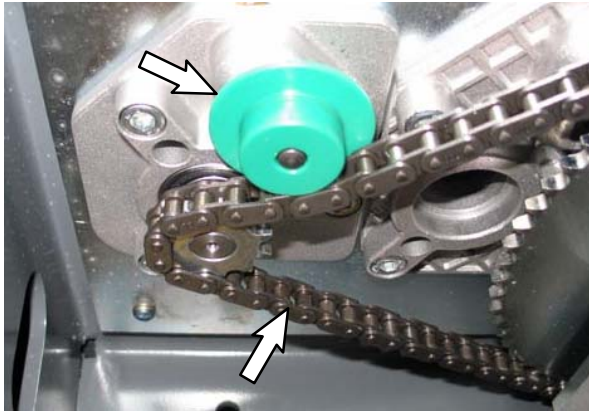
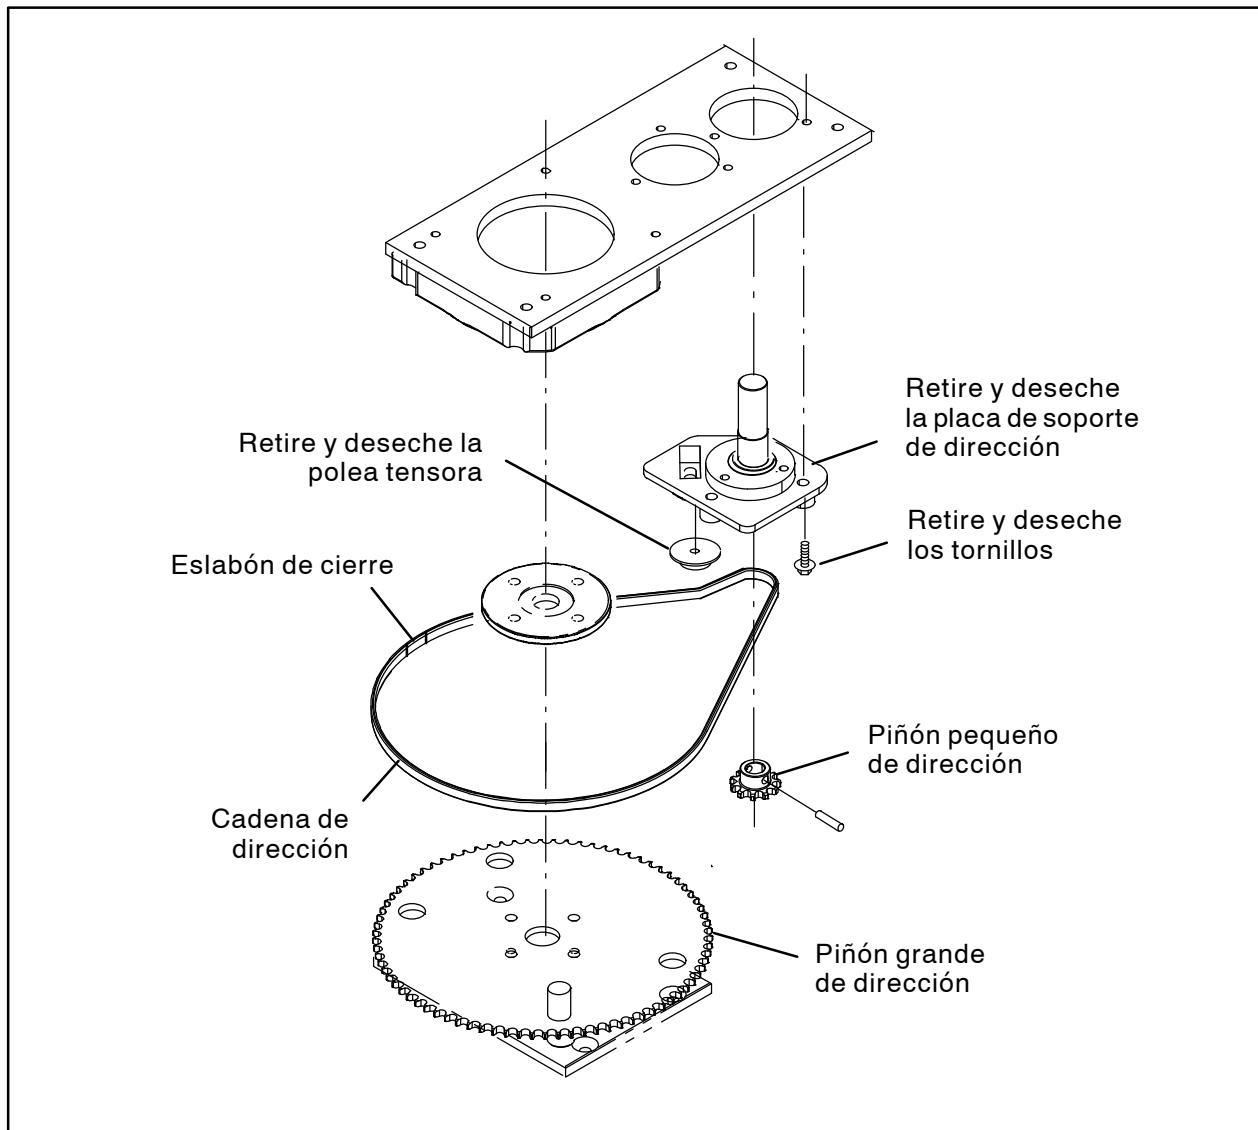
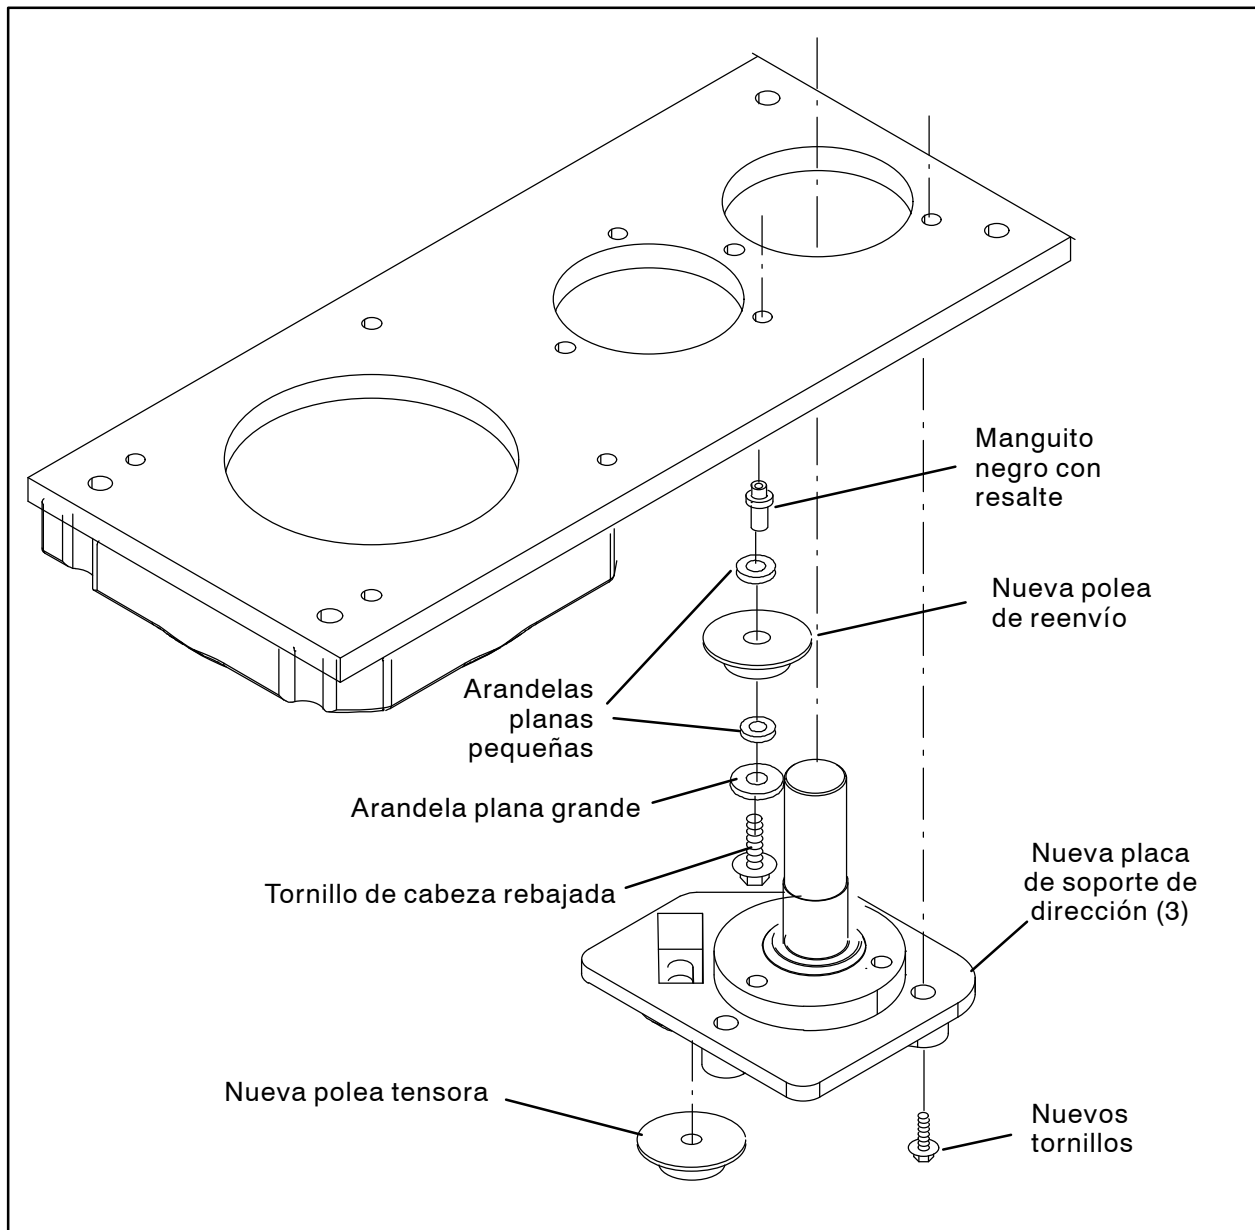
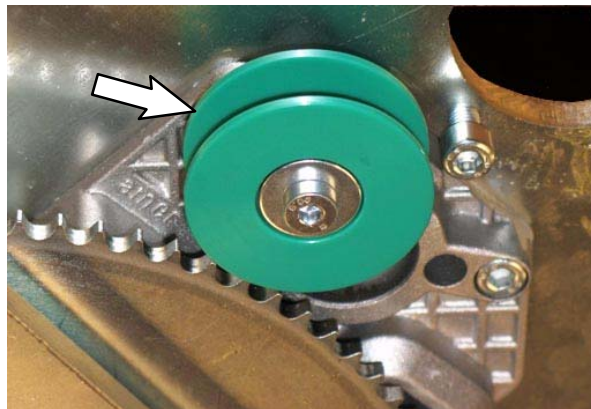

FIG. 17
FIG. 18
FIG. 19
FIG. 20
Deseche la polea tensora. (Fig. 17 / Fig. 18)
20. Retire la placa de soporte de dirección de la máquina. Deseche la placa de soporte de dirección y los tornillos. (Fig. 18)
21. Use el tornillo de cabeza rebajada, la arandela plana más grande, dos arandelas planas pequeñas y el manguito negro con resalte que se incluyen con la nueva placa de soporte de dirección (3) para instalar la nueva polea de reenvío en la máquina. Apriete los tornillos a 18,5–24 Nm/ 13,6–17,7 ft lbs. (Fig. 19 / Fig. 20)
23. Mantenga la nueva polea tensora sobre la placa de soporte de dirección (3) y reinstale la cadena de dirección. (Fig. 17 / Fig. 18 / Fig. 19)